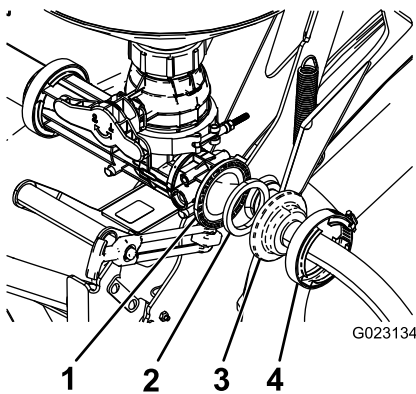

Bild 25
1. Befestigen Sie das Ende des Zulaufschlauchs ohne Schott mit einer Dichtung und einer Wurmschraubeklemme an der hinteren Öffnung des Ejektorventils (Bild 25).